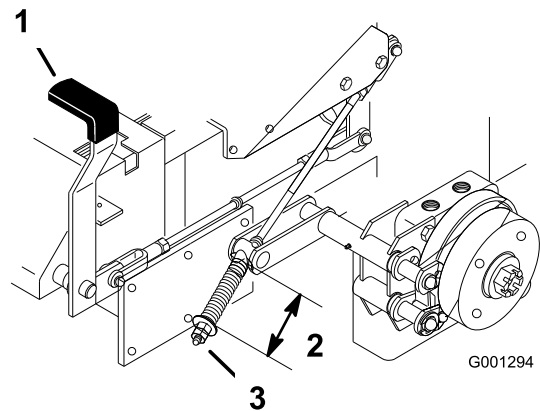

Figure 63
2. Mesurez la longueur du ressort. Les rondelles doivent être espacées de 64 mm (2½ po) (Figure 63).
3. Si un réglage est requis, desserrez le frein de stationnement, desserrez l'écrou de blocage situé sous le ressort et réglez l'écrou directement au-dessous du ressort (Figure 63). Modifiez le serrage de l'écrou jusqu'à ce que le ressort ait la longueur voulue. Tournez l'écrou dans le sens horaire pour raccourcir le ressort et dans le sens anti-horaire pour l'allonger.